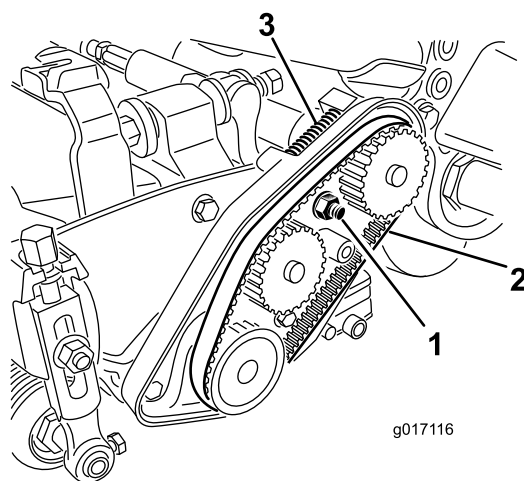

図 17
3. ベアリングハウジングのナットをゆるめる 図 17。
- 各ベルトを取り外す 図 17。